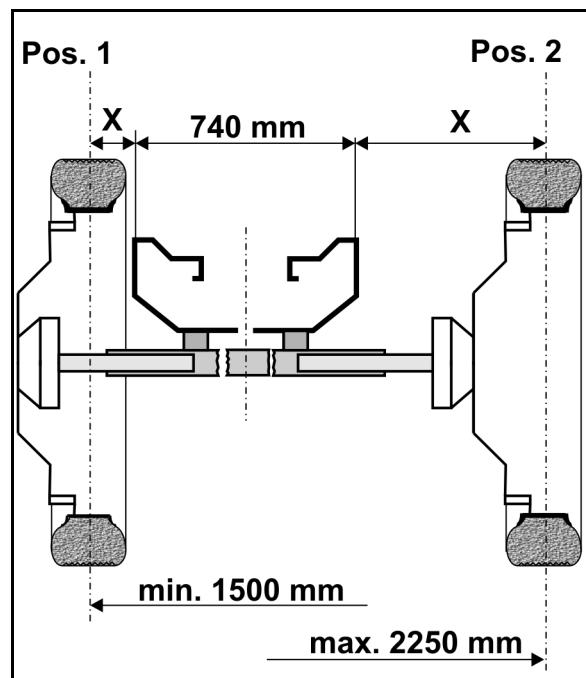

Fig. 133
- Mențineți cât se poate de redusă distanța dintre punctul de cuplare și traductorul unghiului de rotație (Fig. 133/ X) (îndeosebi în cazul proțapului cu agățător).